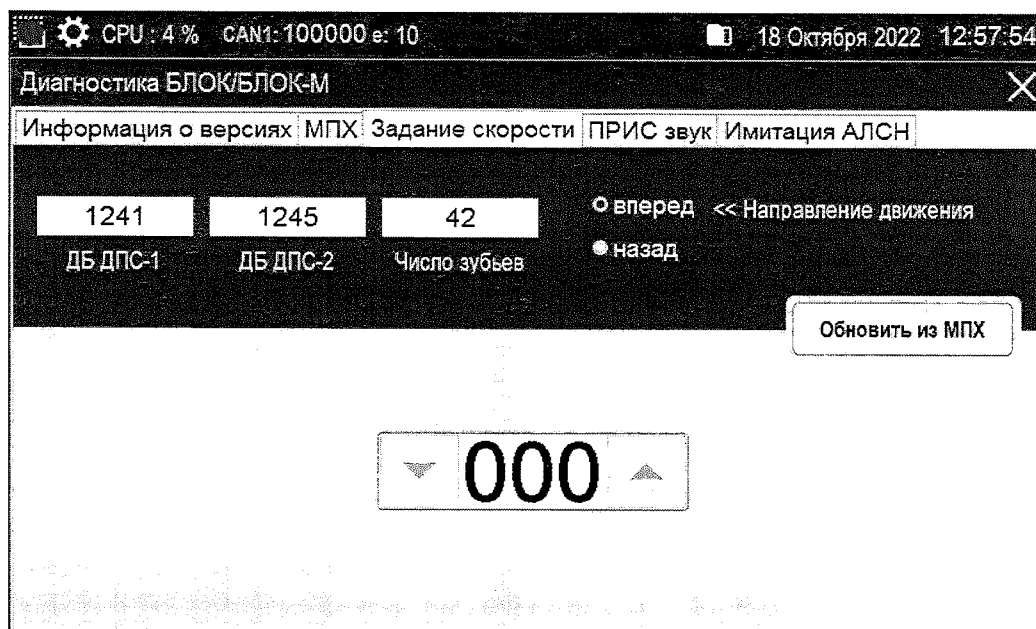

Рисунок 38
1.5.14.3 Во вкладке «Задание скорости» реализована функция имитации значений фактической скорости, в диапазоне от 0 до 501 км/ч, дискретность изменения скорости 1 км/ч (рисунок 38). Изменение значения выполняется при помощи кнопок «вверх» или «вниз» **000**.